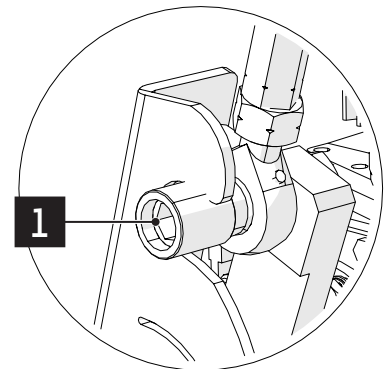
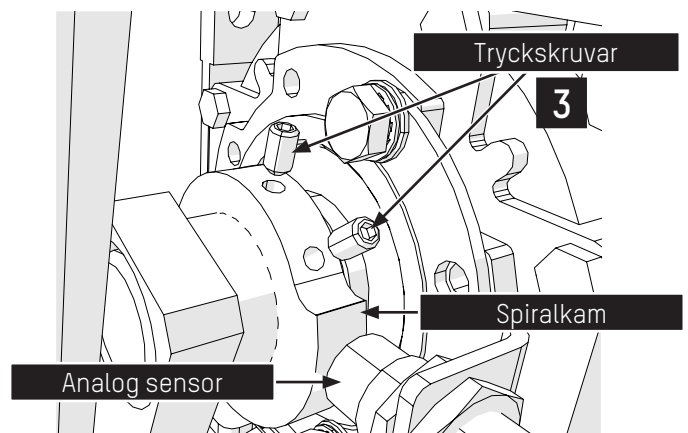

Fig. 31 - Detalj av skruven som håller hävaren till växelmotorns vevaxel.
Fig. 34 - Detalj av tryckskrvarna som håller spiralkammen
6. Koppla loss hävarmen från växelmotorns vevaxel genom att lossa skruven (1) (⇒ Fig. 31, sid 34);
8. Lossa de båda tryckskruvorna (3) på spiralkammen (⇒ Fig. 34, sid 34);
9. Placera spiralkammen enligt aktuell lösning och på rätt sätt (kampspetsen måste vara nära den analoga sensorn när armen är i stängt läge) på vevaxeln och drag åt de båda tryckskruvorna (3);
10. Sätt tillbaka vevaxeln på växelmotorn och lås den med skruven (2);
11. Sätt tillbaka hävarmen på vevaxeln med skruven (1) (⇒ Fig. 31, sid 34)